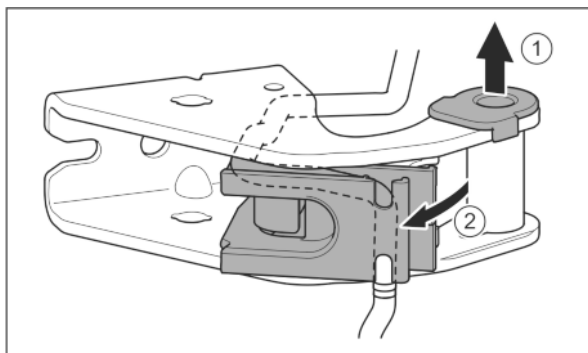

Fig. 24
- ▶ Tuleję łożyskową wyjąć z przewodnicy. Fig. 24 (1)
- ▶ Odchylić mocowanie kabla. Fig. 24 (2)